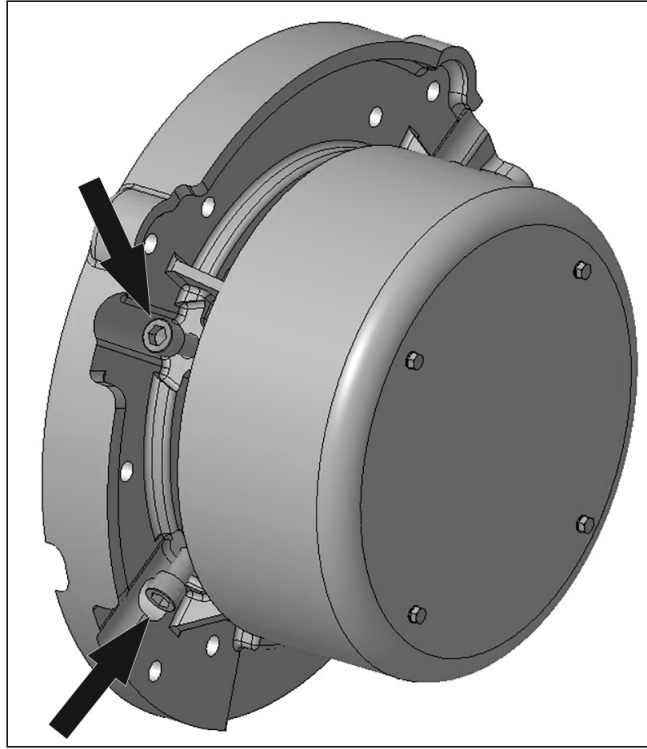

FIGURE 15. VIS DE SUPPORT DE TRANSIT DU ROTOR - INSTRUCTIONS DE DÉPOSE ET DE MONTAGE
4. Remplacez les vis du support de transit par les 4 vis d'obturation accompagnées et les serrer à 50 Nm. Se reporter à : Figure 15 à la page 28.
2. Localisez et déposez les 4 vis d'obturation sur le chapeau de palier de l'extrémité non motrice. Se reporter à : Figure 15 à la page 28.